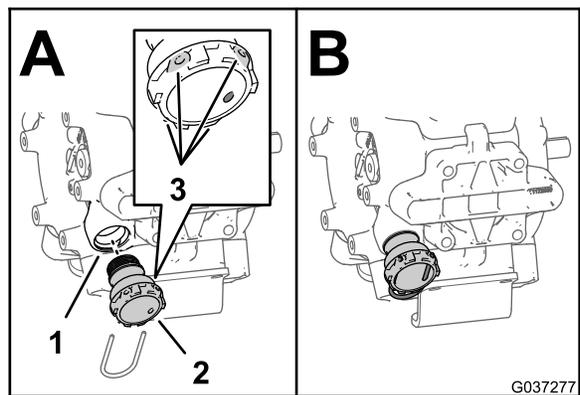
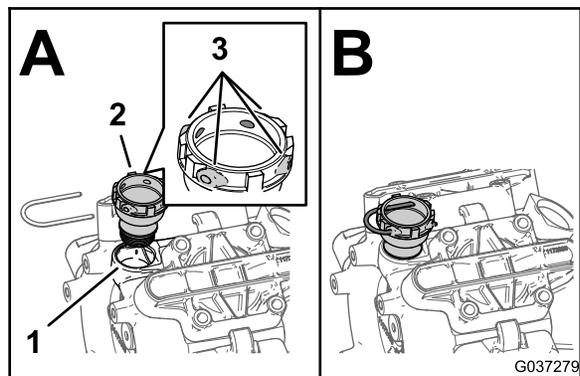

Figura 5
Figura 6
- Montate il raccordo da 1¼" (31,8 mm) sul foro di pressione della pompa (Figura 5 o Figura 6).